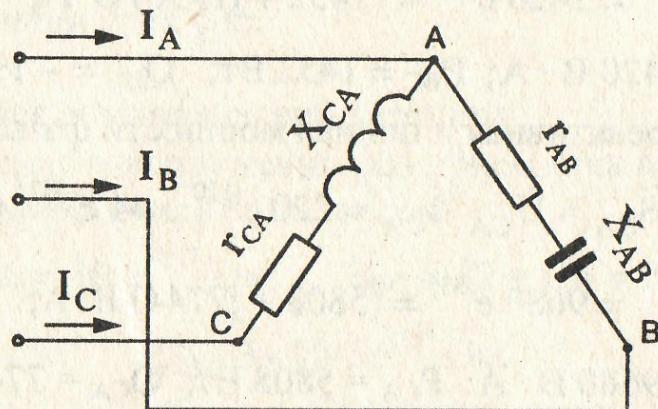

Рис. 2.8
9. При обрыве фазы ВС сопротивление ее равно бесконечности, следовательно, ток в ней равен нулю ($I_{BC} = 0$). Токи в фазах АВ и СА останутся такими же, как до обрыва фазы ВС, вследствие того, что линейные, а, следовательно, и фазные напряжения не изменяются (рис. 2.8), то есть